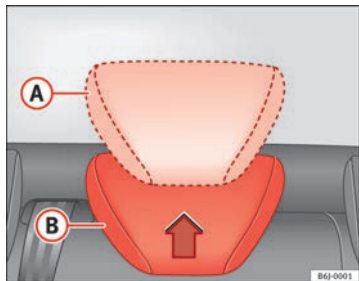

Abb. 5 Kopfstützen hinten einstellen
- Erhöhte Position oder Gebrauchsstellung **A** ⇒ Abb. 5. In dieser Position gleicht die Kopfstütze einer konventionellen Kopfstütze und schützt den Insassen auf dem Rücksitz in Verbindung mit dem Sicherheitsgurt.
- Außergebrauchsstellung **B** ⇒ Abb. 5. In der Außergebrauchsstellung wird die Sicht des Fahrers verbessert.